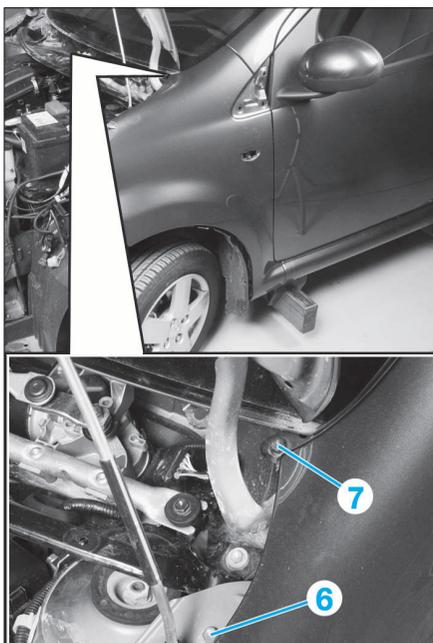

FIG. 18
- Déposer les vis de fixation (6) et (7) (Fig.18).